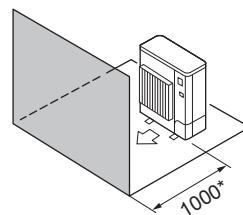

Fig. 2-10
④ Εμπόδια στην μπροστινή πλευρά μόνο (Fig. 2-10)